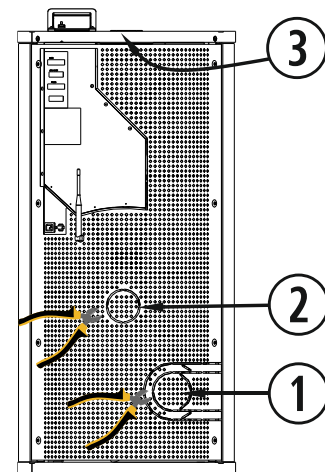

Figura 5
Non DIFLUX: Rimuovere la protezione dall'estrattore (①) e dal tubo di ingresso dell'aria (②). *Figura 5.*